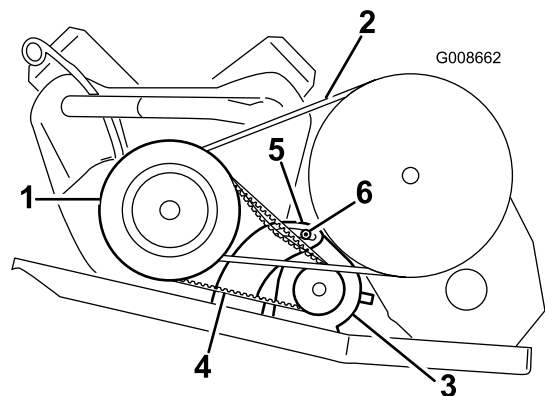

Рисунок 47
2. Ослабьте затяжку гайки поворота стартера-генератора (Рисунок 47).
4. Наклоните стартер в пазу, пока ремень не будет прогибаться на 6 мм при приложении усилия 44 Н (Рисунок 47).
5. Затяните гайку стартера-генератора и снимите монтировку (Рисунок 47). Затяните гайку с моментом 88-115•Нм.